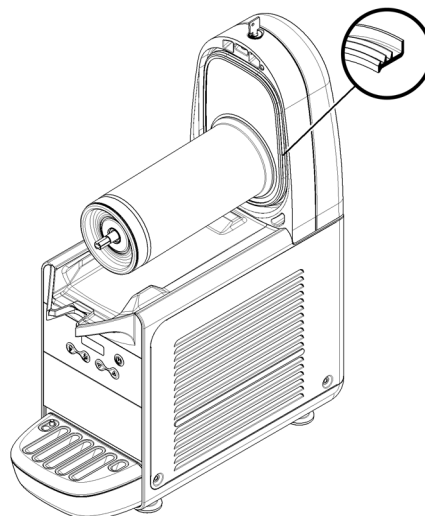

**figure 9**
**2** Lubrifier le piston du robinet, le joint hexagonal et le mélangeur aux points indiqués dans la (voir figure 9). Utiliser uniquement la graisse fournie avec la machine ou une autre graisse prévue pour un usage alimentaire.